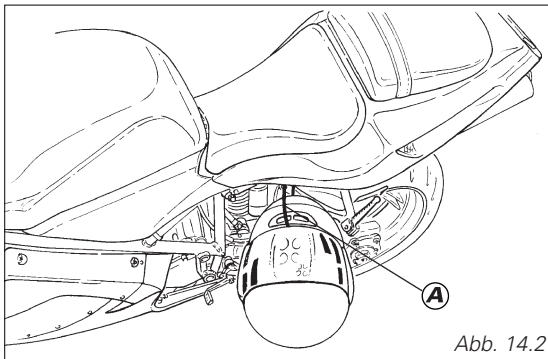

Abb. 14.2
Die Sitzbankverkleidung (2) hinten etwas nach außen ziehen, dann anheben und am Tank zum Aufliegen bringen. Im hinteren Teil des unter der Sitzbank vorgesehenen Stauraums befindet sich der Helmbefestigungsgurt (A). Den Gurt (A) durch den Helm ziehen, dann seine Enden über den entsprechenden Haken legen. Den Helm (Abb. 14.2) heraushängen lassen, dann zur Absicherung die Sitzbank niederdrücken.